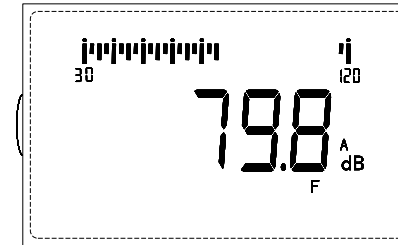

图5
1) 按计权按钮使显示器显示“C”, LCD上显示的就是“C”声级的测量值。按“计权”按钮使显示器显示“Lin”, LCD上显示的就是“线性声压级”的测量值。见图5。
3) 时间计权快 (F)、慢 (S) 的选择一般采用快档“F”，如果读数变化较大，可采用慢档“S”时间计权。见图5。